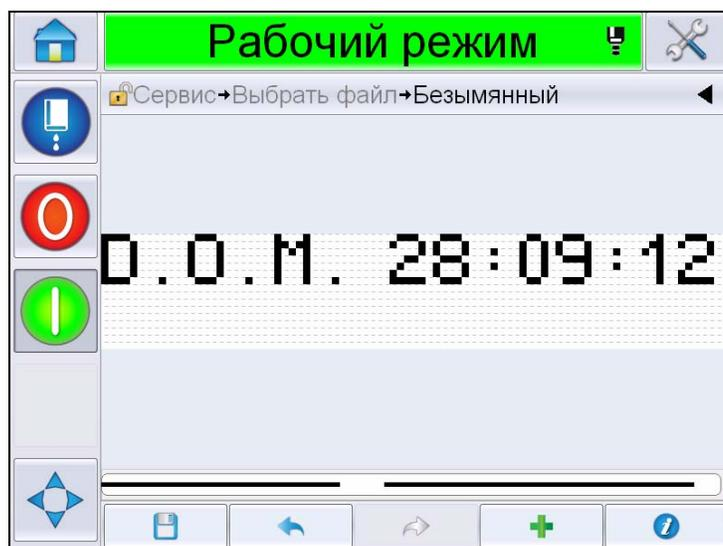

Рис. 5-29: Страница сообщения
Сообщение в выбранном формате отображается на странице *Сообщение* (Рис. 5-29). Перейдите к Шаг 18 на странице 5-42, чтобы сохранить сообщение или перейдите к следующему шагу, чтобы добавить другое поле.
**12** Сообщение в выбранном формате отобразится на странице *Сообщений* (Рис. 5-29). Перейдите к Шаг 18 на странице 5-42, чтобы сохранить сообщение или перейти к следующему шагу, чтобы добавить другое поле.